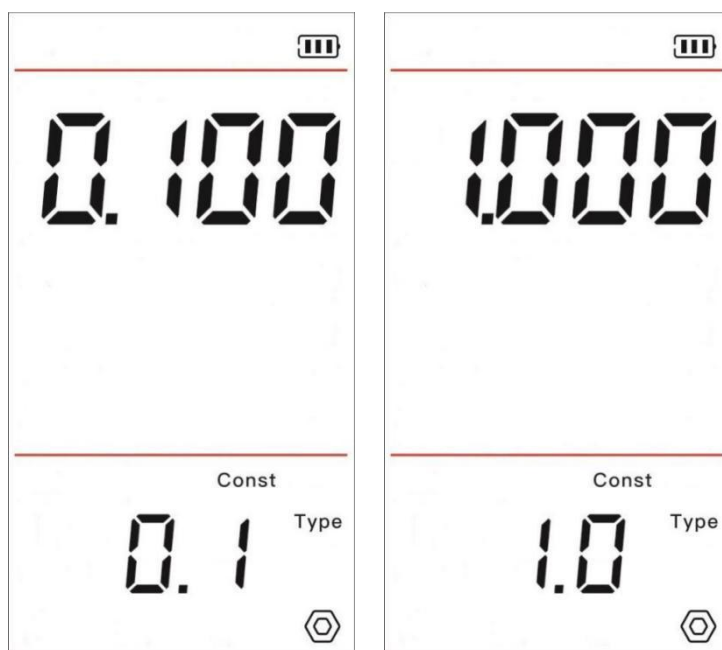

图 4 电极常数 1.000（左）与电极常数 0.100（右）示意图
- ①在测量状态下,短按“设置键”进入设置功能,短按“上键”“下键”切换到电极常数设置项目,短按“确认键”进入电极常数设置;
- ②在电极常数设置界面,短按“设置键”可切换电极类型(注:根据电极标示的电极常数值,可判断其电极类型,如标示“电极常数 $K=1.000$ ”,即表示其电极类型为 1.0,如标示“电极常数 $K=0.100$ ”,即表示其电极类型为 0.1,图 4);
- ③在电极常数设置界面,短按“上键”“下键”可调节电极常数值;
- ④完成电极常数设置后,短按“确认键”确认并退出电极常数设置。